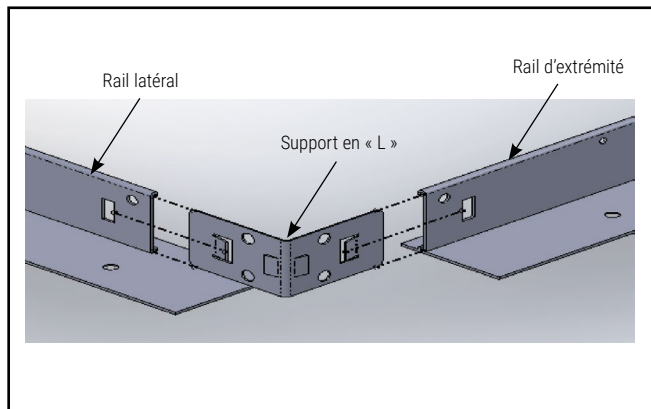

Figure 1.
1. Assemblez le cadre de cloison sèche en utilisant des supports en <L> pour fixer les rails d'extrémité aux rails latéraux (Figure 1).